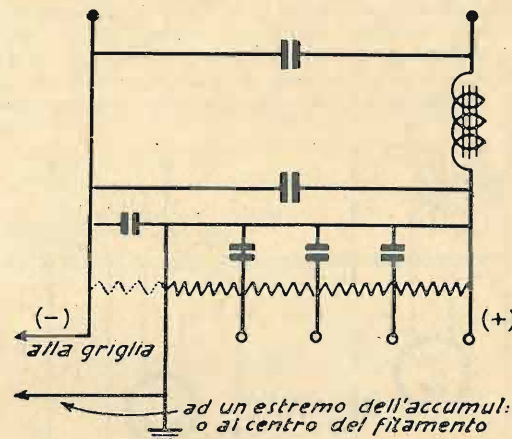
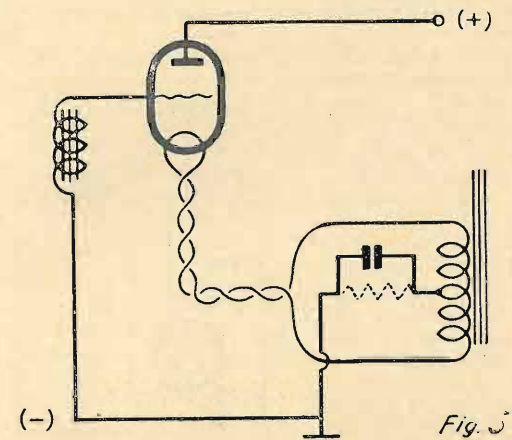

Fig. 4
Fig. 5
**III CASO (Fig. 4).** In serie al partitore per polarizzare la griglia della valvola di potenza. — In molti circuiti si usa ricavare dal potenziometro o partitore la tensione negativa di griglia per l'ultima valvola; si può quindi, a tutto bene-
fizio del partitore poichè in quel tratto passa una forte corrente anodica, inserire in serie al partitore il rocchetto del dinamico. Esso sostituirà quindi il tratto punteggiato della fig. 4. A questo punto prima di indicare la quantità di filo occorre richiamare il lettore ad una disposizione apparentemente diversa ma identica come funzionamento (fig. 5). Cioè il metodo di polarizzazione di griglia mediante una resistenza fra il centro del filamento ed il negativo dell'alimentazione. In ambedue i casi (figg. 4 e 5) si tratta di rendere positivo di un certo numero di volt il filamento della